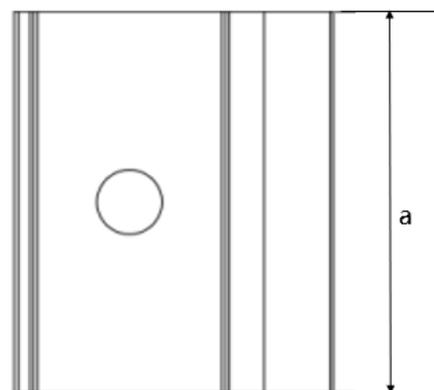
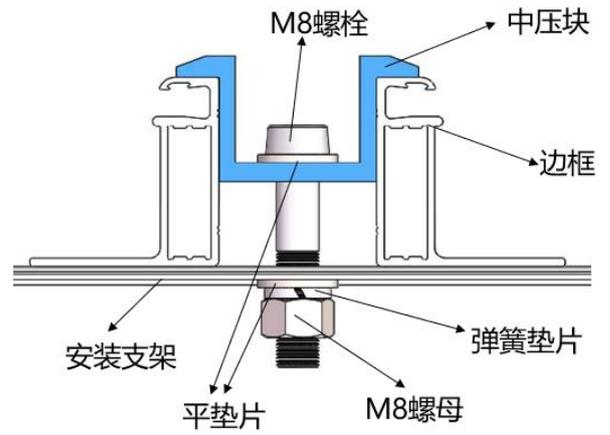
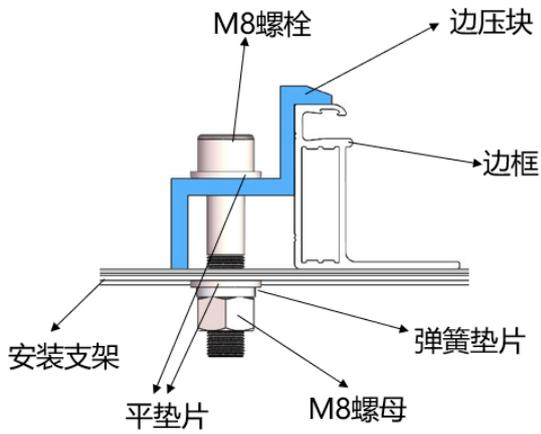

图7 边压块俯视图
图 10 中压块安装示意图
图 9 边压块安装示意图
- ③ 支架与组件边框接触的上表面需有一个与 M8 螺栓匹配的凹槽。
- ④ 若支架上无凹槽，则需在上述提到的位置钻一个直径大小合适的孔，以便螺栓固定。
- ⑤ 确保每个压块的安装顺序为平垫圈、弹簧垫圈、螺母。
- ⑥ 图 7、8 为压块示意图，图 9、图 10 所示为压块安装示意图。压块的尺寸为  $a \geq 50 \text{ mm}$ ，厚度  $\geq 4 \text{ mm}$ ，与边框保持重叠宽度  $d \geq 10 \text{ mm}$ ；或者  $a \geq 60 \text{ mm}$ ，厚度  $\geq 3 \text{ mm}$ ，与边框保持重叠宽度  $d \geq 8 \text{ mm}$ 。在保证组件可靠安装的前提下可以变更压块截面，但任何尺寸的压块安装时都不能超出边框接触玻璃。
- ⑦ 2384\*1303mm 及以上尺寸组件仅适用于  $a \geq 60 \text{ mm}$  压块尺寸。
- ⑧ 当螺栓和螺丝为 8.8 等级时，推荐收紧扭矩为  $17 \sim 23 \text{ N}\cdot\text{m}$